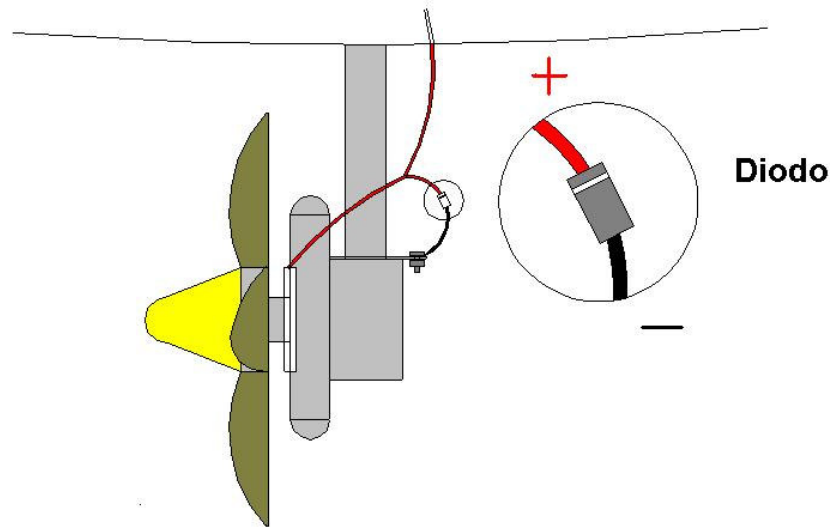

Figura 01
- Se a aeronave possui freio elétrico na bomba eólica, é importante que o mesmo tenha um Diodo instalado com polarização reversa em sua entrada de alimentação (Figura 01). A função deste diodo é atenuar os ruídos provocados pela solenóide do freio no momento em que a bobina é energizada ou deserenergizada.